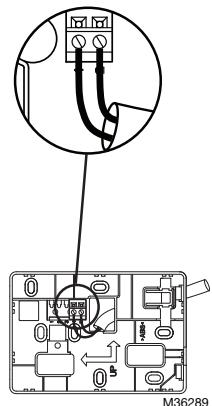

Fig. 5. Raccordement des câbles au bornier.
Câblez le bornier comme illustré à la Fig. 5 :
- Examinez et vérifiez le câblage de raccordement de la borne illustré à la Fig. 5.